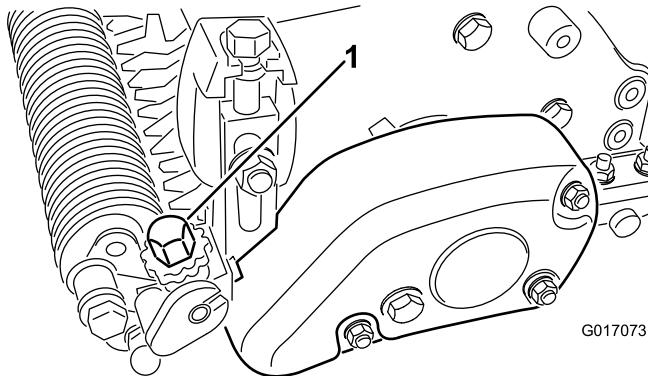

図 22
5. シャフトの一端部で、ブレードの一番低い切っ先と床との距離を測る。グルーマ高さ調整ノブ図 22を使って、グルーマの刃の高さを希望の高さに調整する。調整ノブを一目盛り変えるごとに約 0.08mm の上下調整ができる。